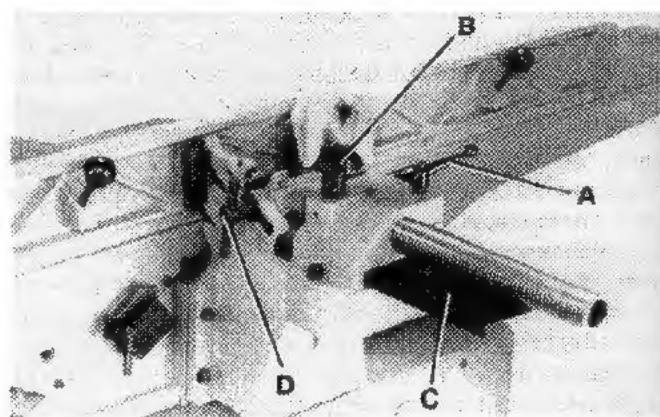
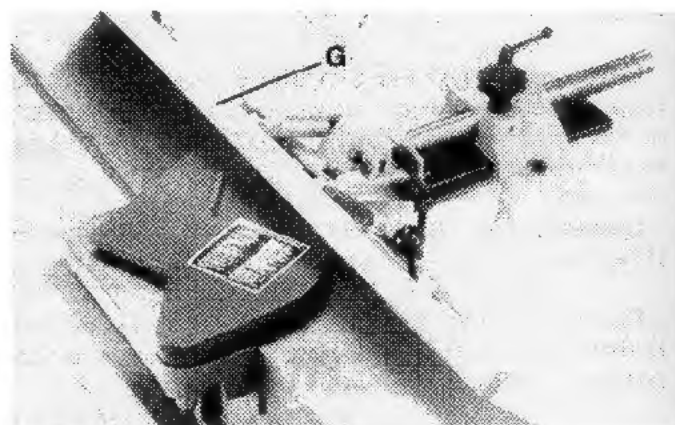

FIGURE 34
FIGURE 36
1. Pour déplacer le guide à travers la table, désérrez la poignée de verrouillage (A) Fig. 34, et tournez le bouton (B) jusqu'à ce que le guide soit dans la position désirée; serrez la poignée de verrouillage (A). Quand vous déplacer le guide sur la table, le garde de la tête de coupe arrière (C) Fig. 34, vous protège de la tête de coupe.
2. Pour incliner le guide vers la droite ou vers la gauche, désérrez la poignée de verrouillage (D) Fig. 34. Inclinez et serrez la poignée de verrouillage (D). **IMPORTANT:** Quand vous effectuez des coupes en biseau et l'angle est petite, il y a peu de différence si le guide est inclinée vers la droite ou vers la gauche; mais, à des angles près de 45° il sera plus difficile de tenir la pièce de travail fermement contre le guide (F) avec le guide incliné vers la droite. Dans ces cas, le guide devrait être incliné vers la table, tel qu'illustré à la Fig. 36.